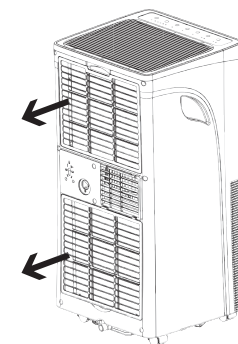

Рис. 20
1. Откройте крышку воздухозаборной решетки и извлеките фильтры согласно рис. 20